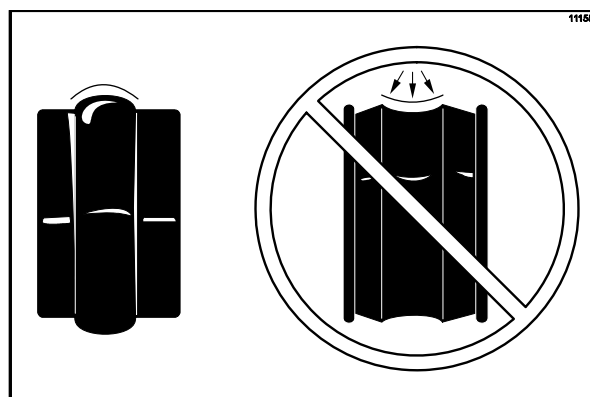

Рисунок 103
**Примечание:** чтобы гарантировать отсутствие утечки смеси через заднюю часть морозильного цилиндра, средняя часть опорного уплотнения должна быть выпуклой, или должна выходить за пределы уплотнения снаружи. Если средняя часть опорного уплотнения имеет вогнутую форму, или выходит за пределы уплотнения - такое уплотнение следует перевернуть. (См. рис. 103)